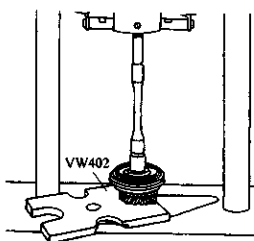

图 3-76 取下三档和四档同步器、三档同步环和齿轮
- 4) 取下三档和四档同步器、三档同步环和齿轮,如图 3-76 所